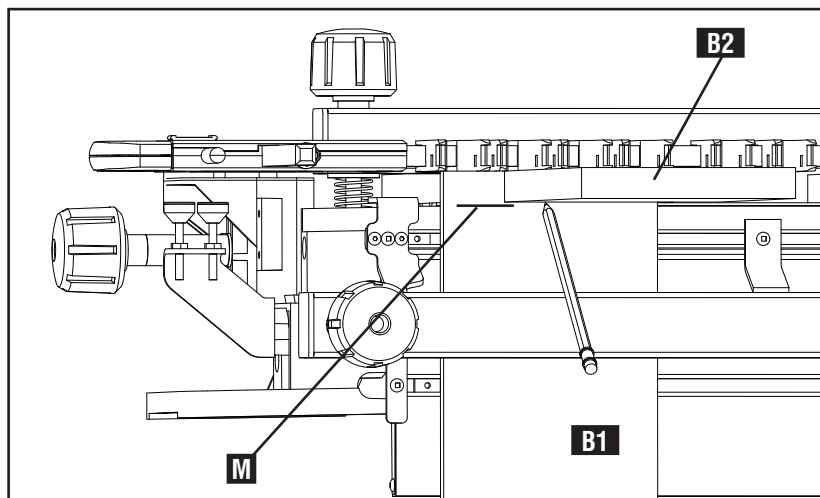

Fig. I9
- 6 La profondeur de coupe de la fraise devrait correspondre à l'épaisseur de la seconde planche à couper, soit B2. (fig. I9). Elle s'assemblera avec la première planche B1.
7. Pour régler la profondeur de coupe de la fraise, inscrire un repère (M) fig. I9, sur B1 en utilisant l'épaisseur de B2, comme indiqué.
8. Déposer la toupie sur le gabarit et ajuster la profondeur de coupe de la fraise avec ce repère (M).